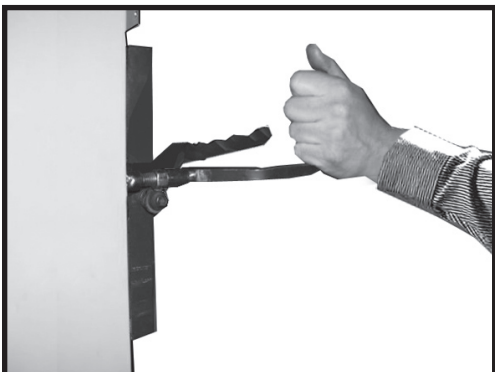

Figure 9
5) PULL DRAFT CONTROL LEVER ALL THE WAY FORWARD (Fig.9).